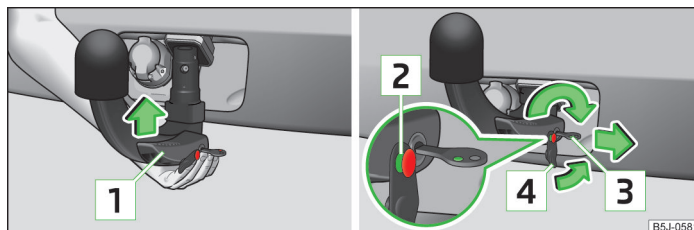

Abb. 106 Kugelstange einsetzen / Schloss verriegeln und Schlosskappe aufsetzen
- Die Kugelstange **von unten** » Abb. 106 fassen und in den Aufnahmeschacht bis zum hörbaren Einrasten einsetzen » **i**.
Der Hebel **1** » Abb. 106 dreht sich **selbsttätig** nach oben und der Auslösebolzen **2** fährt heraus (sein roter sowie grüner Teil ist sichtbar) » **i**.
- › Die Kappe **4** » Abb. 106 auf das Schloss in Pfeilrichtung stecken » **!**